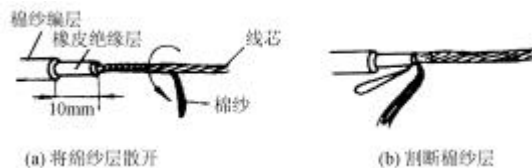

图 1-2 花线绝缘层的剖削
- ① 按所需长度用电工刀刀尖对准芯线缝隙间划开护套层；
- ② 向后扳翻护套层，用刀齐根切去；
③ 在距离护套层 5mm~10mm 处，用电工刀以 45° 角倾斜切入绝缘层，其他剖削方法如同塑料硬线。
(4) 橡皮线绝缘层的剖削。
① 先把橡皮线的编织保护层用电工刀尖划开，与剖削护套线的护套层方法类似；
② 然后用与剖削塑料线绝缘层相同的方法剖去橡皮层；
③ 最后松散棉纱层到根部，用电工刀切去；
(5) 花线绝缘层的剖削。
① 在所需长度处用电工刀在棉纱织物保护层四周割切一圈后拉去；
② 在距棉纱织物保护层 10mm 处，用钢丝钳口切割橡胶绝缘层，注意不能损伤芯线。然后右手握住钳头，左手用力抽拉花线，钳口勒出橡胶绝缘层；
③ 最后露出了棉纱层，把棉纱层松散开来，用电工刀割断，如图 1-2 所示。